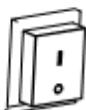

Figura 2
- Colocar o interruptor de rede na posição I e verificá-lo corretamente. (Figura 2)